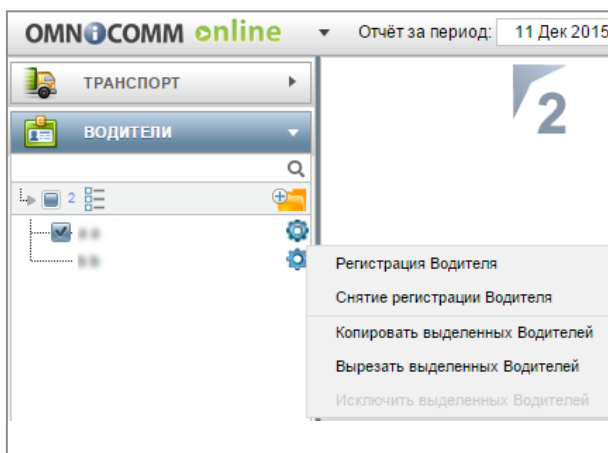

Рисунок 76. Меню водителя
- Водителя, которого необходимо зарегистрировать на ТС и нажмите  и выберите «Регистрация водителя» (Рисунок 76).